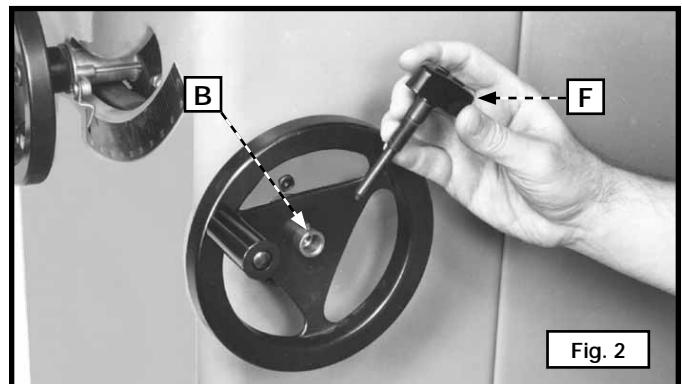

Fig. 2
4. Instale la perilla de bloqueo (F) Fig. 2, en la punta roscada del eje (B). Ajuste bien la perilla de bloqueo.